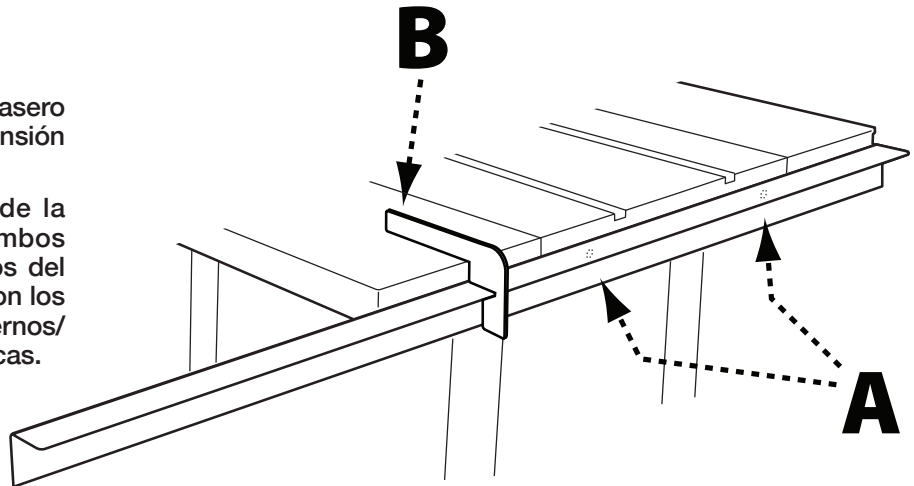

FIGURA 4
1. Alinee el filo derecho del perfil en L trasero con el borde derecho del ala de extensión derecha, como muestra la Figura 4.
2. Localice los agujeros en el dorso de la mesa, espaciados 8 pulgadas a ambos lados de la sierra. Alinee los agujeros del perfil (A) como muestra la Figura 4, con los de la mesa y asegure usando los pernos/tornillos adecuados, arandelas y tuercas.
3. Use la guía (B) para asegurarse que el perfil trasero es paralelo con la mesa.